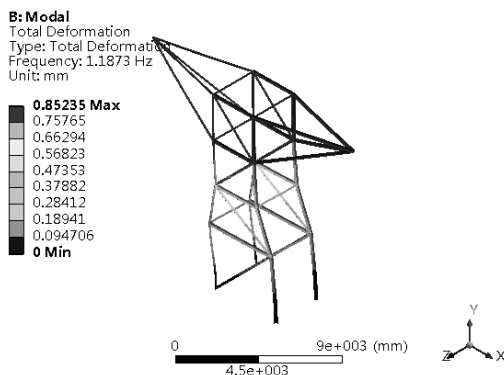

图 8-21 一阶模态总变形分析云图
Step4 : 选择 Outline (分析树) 中 Solution (B6) 下的 Total Deformation (总变形) 选项, 此时会出现如图 8-21 所示的一阶模态总变形分析云图。